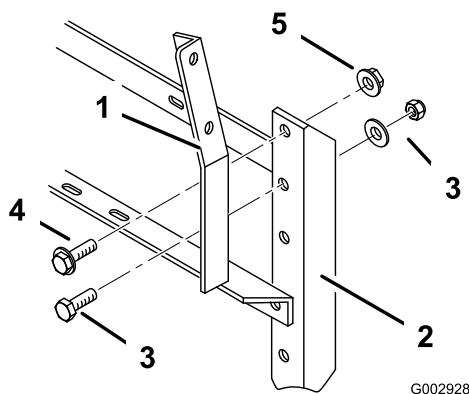

Figure 9
- Pour les machines à partir du numéro de série 260000001 ou pour toute machine équipée de rampes couvertes ou sans aucune rampe, posez le support du boîtier de commande sur le bâti de rampe arrière droit (Figure 9) au moyen des éléments